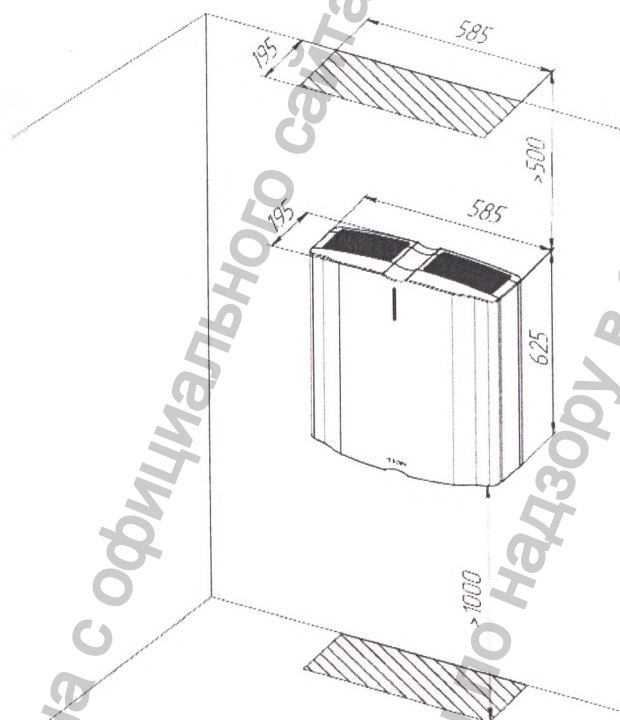

Рисунок 2.4 — Размещение моделей «Тион А50», «Тион А100», «Тион А150», «Тион А150-S»
- Модели «Тион А50», «Тион А100», «Тион А150», «Тион А150-S» размещаются на стене таким образом, чтобы воздухозаборная решетка находилась снизу, а воздухораспределительное отверстие — сверху (рисунок 2.4).
- Воздухозаборное и воздухораспределительные отверстия прибора должны быть свободными от каких-либо препятствий. Рекомендуемое расстояние до ближайших объектов, расположенных по линии тока воздуха, — не менее 500 мм. Расстояние от пола до воздухозаборного отверстия должно составлять не менее 1 м (рисунок 2.4).